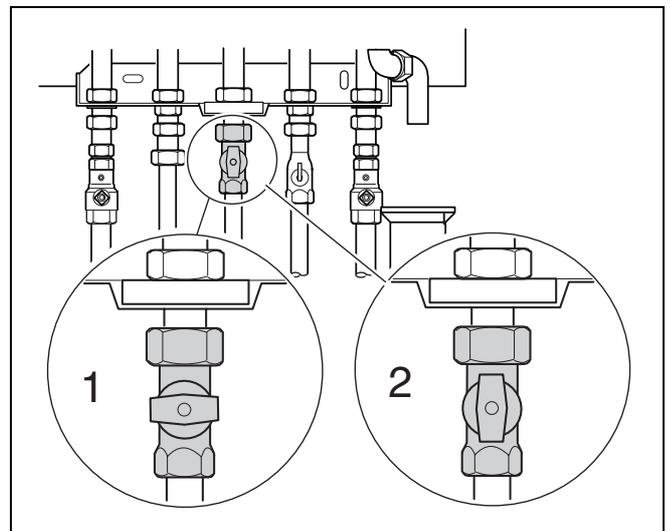

Abb. 25 Gashahn
- Gashahn schließen (Abb. 25, Pos. 1).
- Gashahn öffnen (Abb. 25, Pos. 2) bis Restluft vollständig entwichen ist.